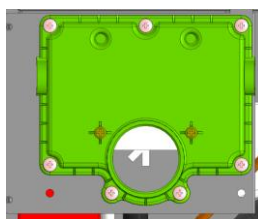

Рисунок 8.2.4 – доступ к УЗО
4. Получите доступ к выключателю УЗО (рисунок 8.2.4).